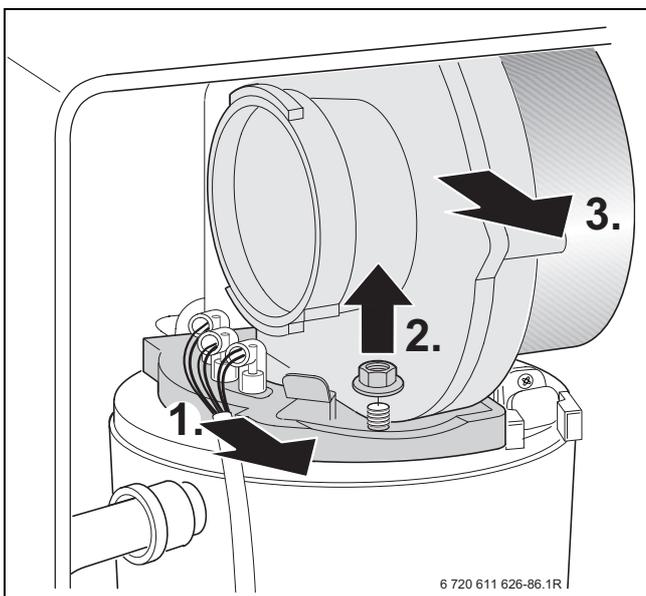

Fig. 56
- ▶ Estrarre il cavo degli elettrodi di accensione e di controllo (→ fig. 56).